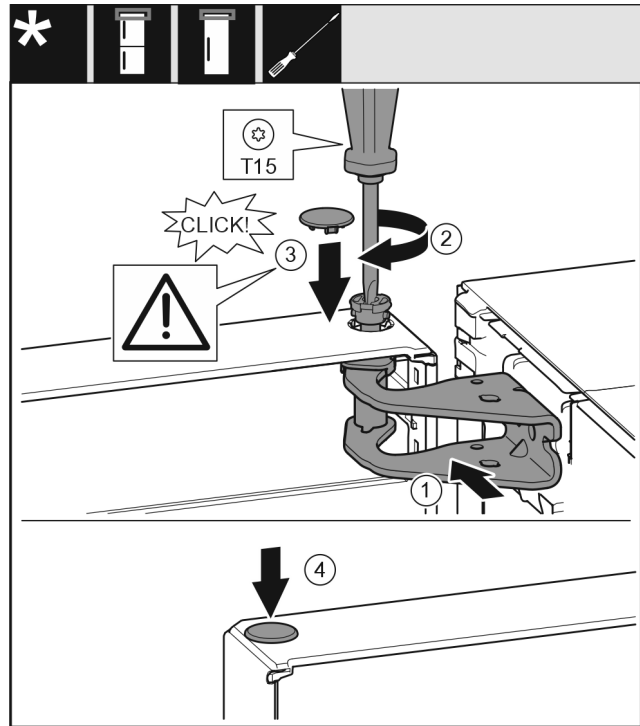

Fig. 21
- ▶ Dvere hore vyrovnajte s otvorom v ložiskovej konzole. Fig. 21 (1)
- ▶ Vložte čap Fig. 21 (2) a pevne ho priskrutkujte skrutkovačom.
- ▶ Namontujte poistný kryt Fig. 21 (3) pre poistku dverí: Nasadte poistný kryt a skontrolujte, či prilieha ku dverám. Inak čap vložte úplne.
- ▶ Vložte zátku Fig. 21 (4).